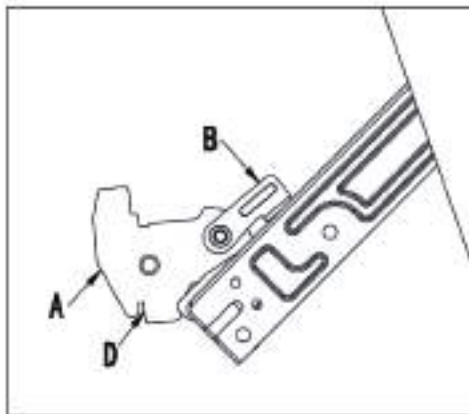

Fig. 1
- Abra completamente la puerta y levante las 2 palancas "B" (fig. 1);